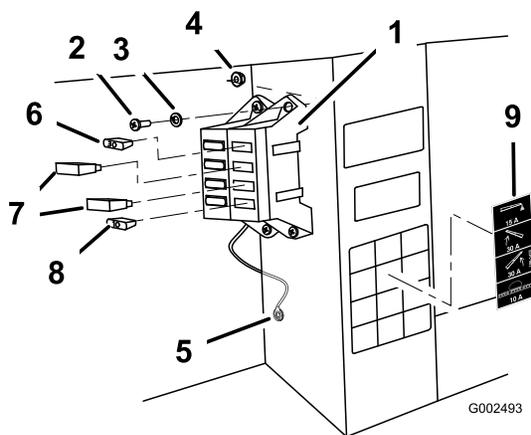

Figura 8
5. Utilizzando la rondella dentata collegare il cavo nero di terra al bullone 1/4 pollici sulla parte interna del telaio del veicolo (Figura 8).
7. Usando le due viti (#10-24 x 3/4 pollici) e due dadi di bloccaggio (#10-24), montate il portafusibili e il cablaggio preassemblato sul telaio insieme al portafusibili già esistente, come illustrato in Figura 8.
- A. Installate i due interruttori termici da 30 A alle fessure (di destra e di sinistra) del fusibile di sollevamento delle barre (Figura 8).
- B. Installate il fusibile da 10 A sulla fessura del fusibile di alimentazione dell'irroratrice (Figura 8).